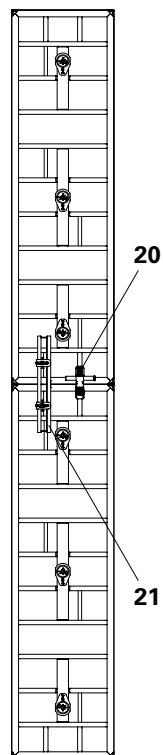

Fig. C12.01a
- H = 7,20 m sur les joints de panneau, poser des pinces BFD (20) et la filière de compensation MAR 85 (21). (Fig. C12.01a + C12.01b)